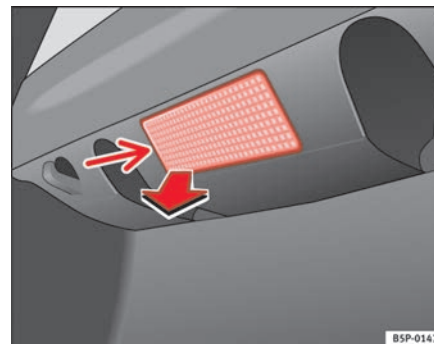

Abb. 196 Gepäckraumbeleuchtung
- Das Lampenglas der Glühlampe durch Druck mit einem Schraubenzieher auf dessen Unterseite -Pfeil- abnehmen ⇒ Abb. 196. ►